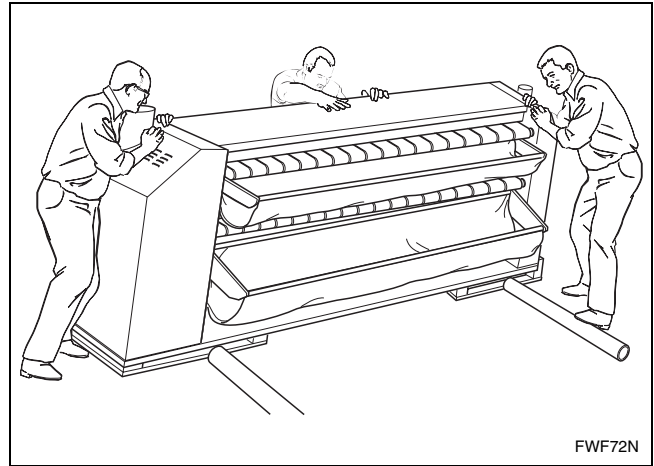

Figura 5
4. Coloque dos rodillos en el suelo junto a la mangle planchadora. Consulte la *Figura 5*.
6. Baje lentamente la mangle planchadora de la defensa y sobre los primeros dos rodillos. Mantenga nivelada la unidad. Consulte la *Figura 5*.